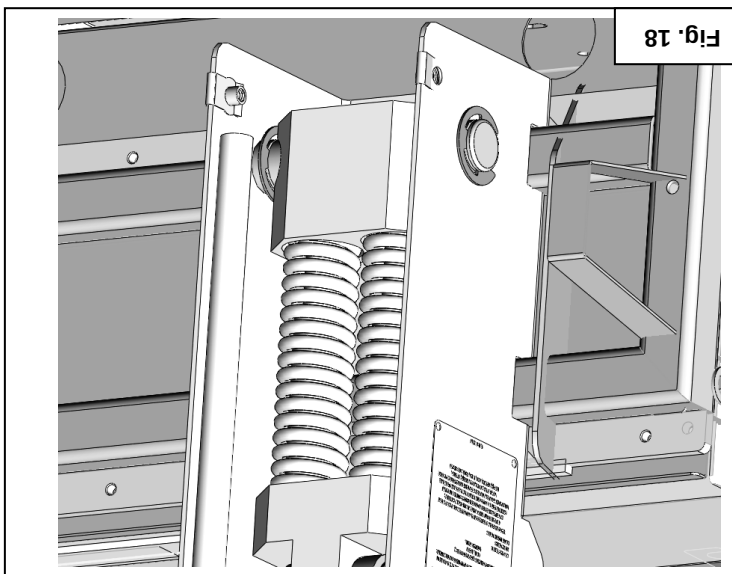

Fig. 18
20. Reverse steps 16 and 17 to reinstall the spring assembly, lower pivot rod and four retaining clips. Fig.18
20. Refaites les étapes 16 et 17 à l'envers pour remettre les ressorts, la tige de pivotement inférieure et les quatre agrafes de retenue en place. Fig. 18